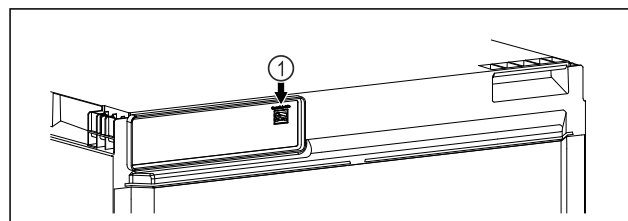

Fig. 19
- SmartModule Fig. 19 (1) è inserito.